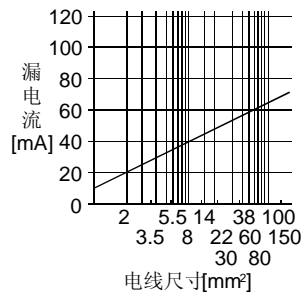

图12.1 CV线缆铺设在金属槽内时每公里的漏电流举例(Ig1, Ig2)
- Ig1: 从漏电断路器到伺服放大器输入端的电路的漏电流 (由图12.1得到)
- Ig2: 从伺服放大器输出端到伺服电机的电路的漏电流 (由图12.1得到)